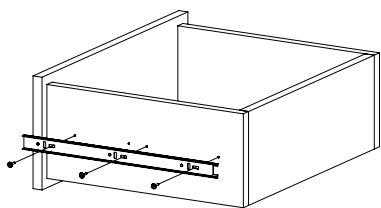

Рис.9
9. Закрепите внутренние планки направляющих на деталях 6 и 7 шурупами 3,5х16 (Рис. 9).